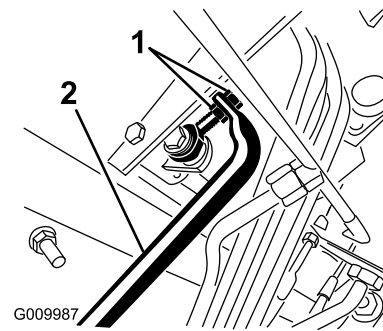

Figure 96
5. Ajustez les écrous de blocage à l'extrémité de la tige de la pompe pour avancer le tube de commande et éliminer le déplacement en marche avant, ou pour reculer le tube et éliminer le déplacement en marche arrière (Figure 96).